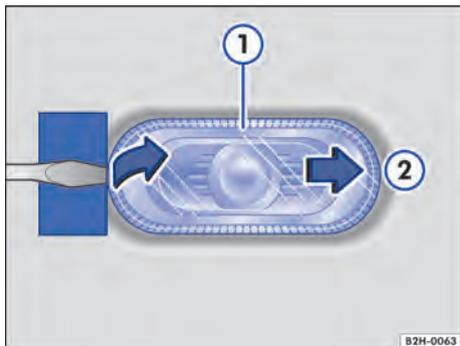
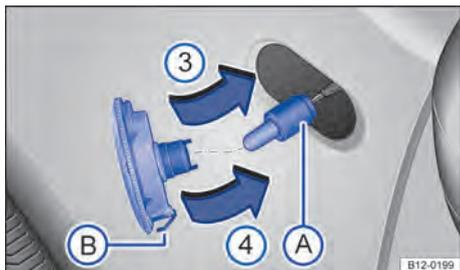

Fig. 147 Lado esquerdo do veículo: remover a lanterna lateral dos indicadores de direção
Fig. 148 Lanterna lateral dos indicadores de direção: substituir a lâmpada incandescente.
→ Fig. 147 e → Fig. 148
- 2 Posicionar a chave de fenda das ferramentas de bordo com a lâmina plana no lado da lanterna lateral do indicador de direção que aponta para a traseira do veículo → . Deslocar a lanterna lateral dos indicadores de direção para trás, em sentido oposto ao da força de mola → Fig. 147 .
- 4 Puxar o suporte da lâmpada com a lâmpada para fora em linha reta → Fig. 148 .